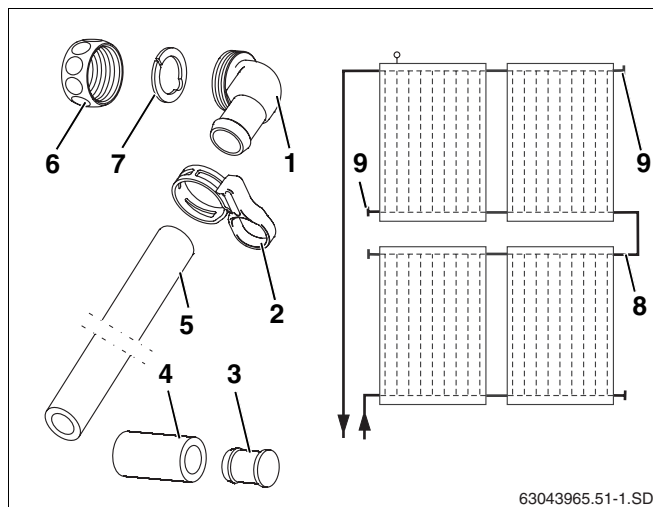

Fig. 39 Apresentação esquemática do equipamento fornecido
O conjunto de ligação está disponível como acessório (fig. 39, **item 8**) fazendo a ligação de duas filas de colectores. As saídas suplementares não utilizadas são vedadas com tampões cegos (fig. 39, **item 9**).
Conteúdo do fornecimento (fig. 39)